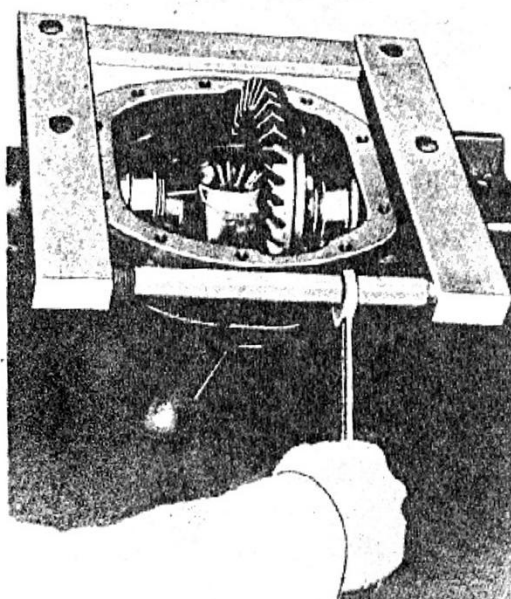

fig. 10 — instalação da ferramenta W-129 para expandir a carcaça
3. Instalar a ferramenta expansora (W-129) conforme fig.10. Expandir a carcaça do eixo traseiro até que o conjunto diferencial possa ser removido com auxílio de duas espátulas.